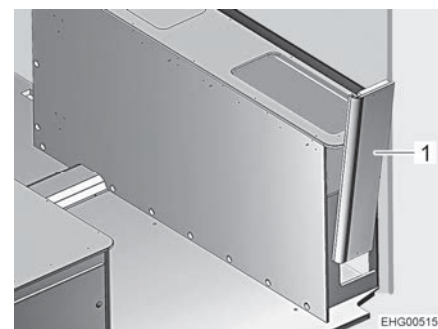

Fig. 124 Coffre de banquette droit, paroi latérale
- Retirer la paroi latérale (Fig. 124,1) par le haut en exerçant de légères secousses.